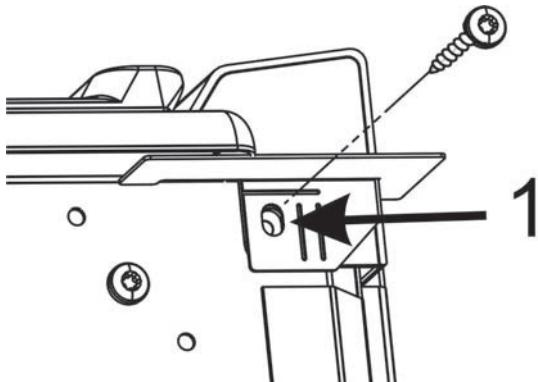

Figura 4: Colocación del tornillo
- Introduzca el tornillo (guardado o del kit) en el orificio 1 y ajústelo ligeramente (consulte la Figura 4: Colocación del tornillo).